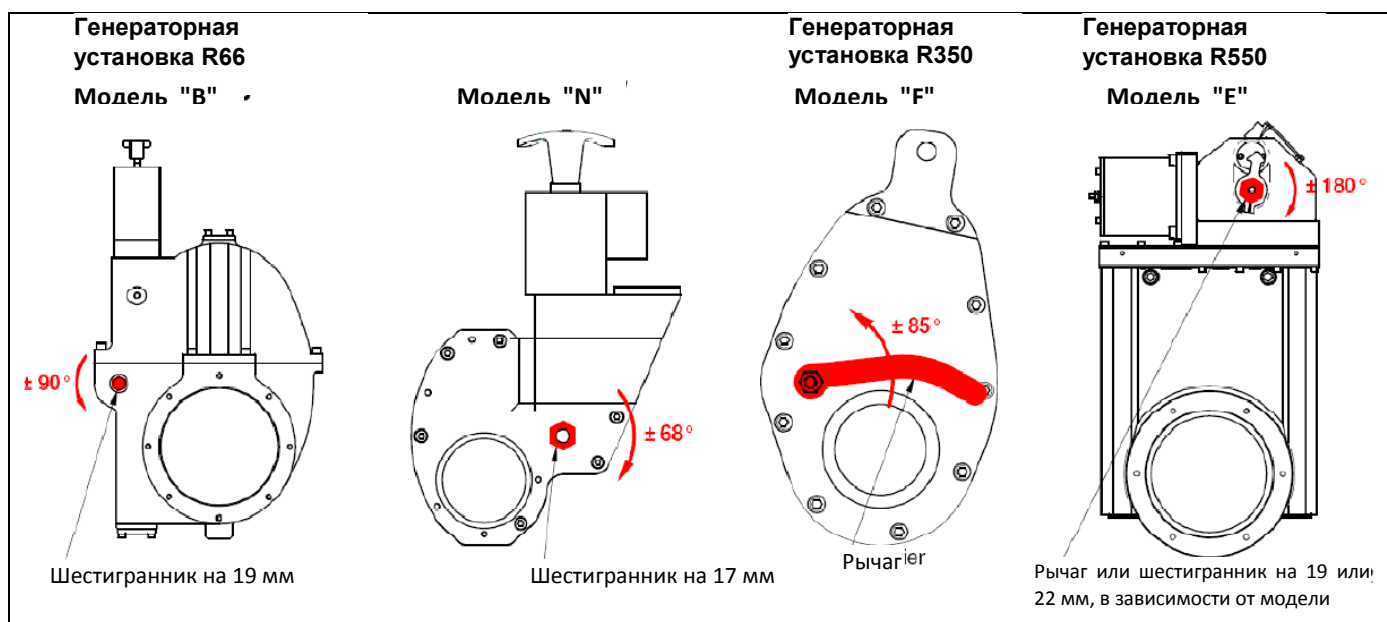

Рисунок 71: Модели клапанов останова двигателя
2. Медленно, но уверенно поверните в указанном направлении Рисунок 71: Модели клапанов останова двигателя до момента когда почувствуете точку срабатывания блокировки.